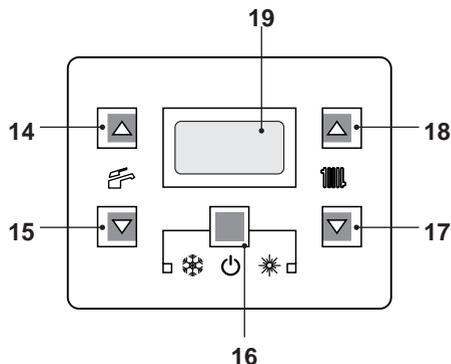
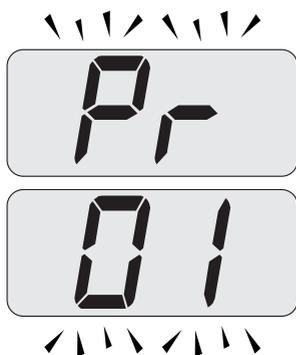
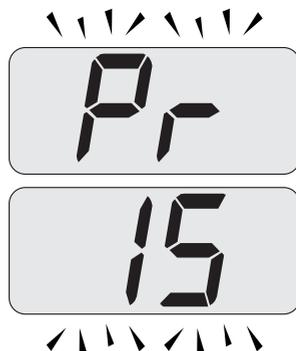

Figura 5.30
Figura 5.31
Figura 5.32
- Entrare in "modalità programmazione" premendo contemporaneamente per 10 secondi i tasti 16 - 17 - 18 (Figura 5.30) fino a far apparire sul display LCD le lettere **Pr** che si alternano con il codice **01**, indicanti l'entrata nel "parametro 01" (Figura 5.31).
- Scorrere i vari parametri utilizzando i tasti 17 o 18 fino a far apparire sul display LCD le lettere **Pr** che si alternano con il codice **15**, indicanti l'entrata nel "parametro 15" (Figura 5.32).
- Premere contemporaneamente i tasti 16 e 18 (Figura 5.30) fino a far apparire sul display LCD il valore del parametro 15 (Figura 5.33).
- Premendo il tasto 16 (Figura 5.30) si ottiene la conferma del valore inserito.
- Premendo contemporaneamente i tasti 16 e 17 (Figura 5.30) si esce senza modificare il valore (ritorno alla lista parametri Figura 5.32)
- Premendo contemporaneamente per 10 secondi i tasti 16 - 17 - 18 (Figura 5.30) si esce dalla "modalità programmazione".
Comunque se la temperatura ambiente non dovesse essere confortevole si può aumentare o diminuire la temperatura di mandata dell'impianto riscaldamento di  $\pm 15^\circ\text{C}$  agendo sui tasti 17 (diminuzione) e 18 (aumento) (Figura 5.30).